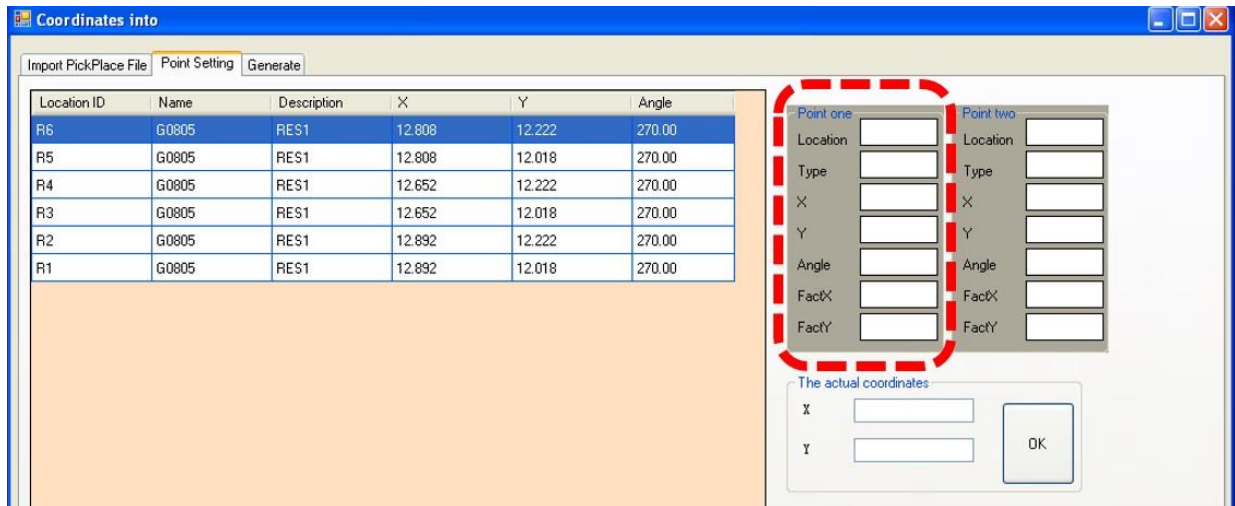

Figura 41. Selección del primer componente a ubicar.
12. Ahora se deben ubicar dos componentes del listado en el punto exacto donde serán depositados, esto con el fin de servir de guía para la máquina. Clic izquierdo en el menú que se señala con la línea punteada roja en la figura 41.